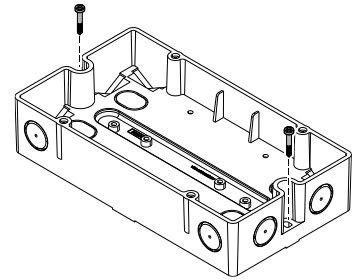

图 11
3. 用两颗螺钉（M4）将保护盒固定在平整表面（图 11）。安装孔距离：182.0±1.0mm。